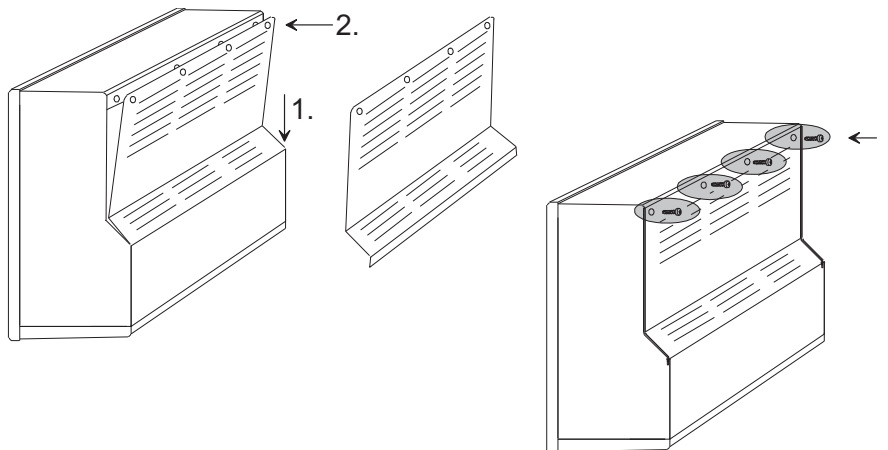

Bild 4-12: Befestigen der Abdeckplatte
16. Montieren Sie das hintere Abdeckblech mit vier Schrauben. Der Tischfuß kann nun ebenfalls wieder angesetzt werden. (Bild 4-12)